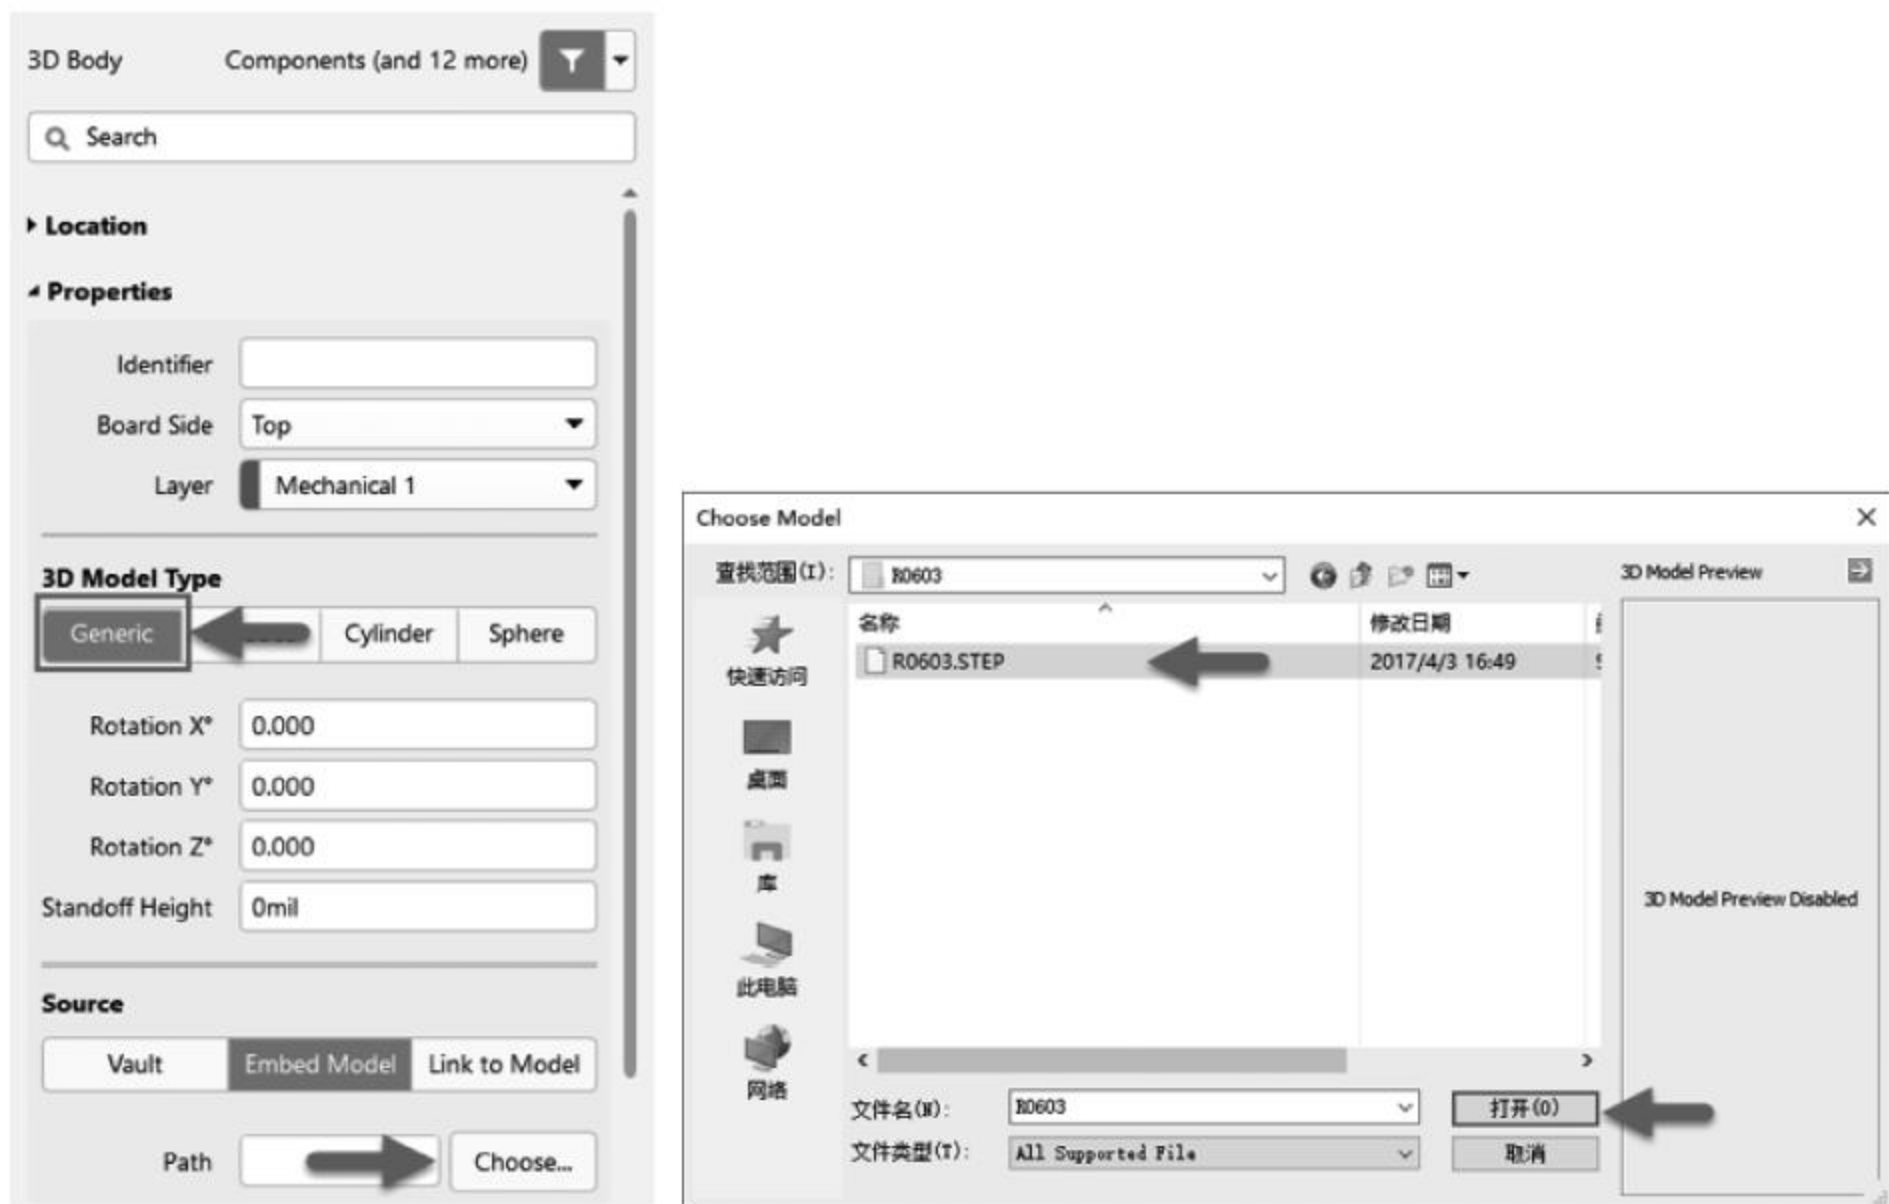

图 3-60 STEP 格式 3D 模型导入选项
(1) 打开 PCB 元件库,找到 0603R 封装,与上文中手工绘制 3D 模型步骤一样。
(2) 执行菜单栏中“放置”→“3D 元件体”命令,软件会跳到 Mechanical 层并出现一个十字光标,按 Tab 键,弹出如图 3-60 所示模型选择及参数设置面板。选择 Generic 类型,单击 Choose 按钮,在弹出的 Choose Model 对话框中选择 3D 模型文件,后缀为 STEP 或 STP 格式。